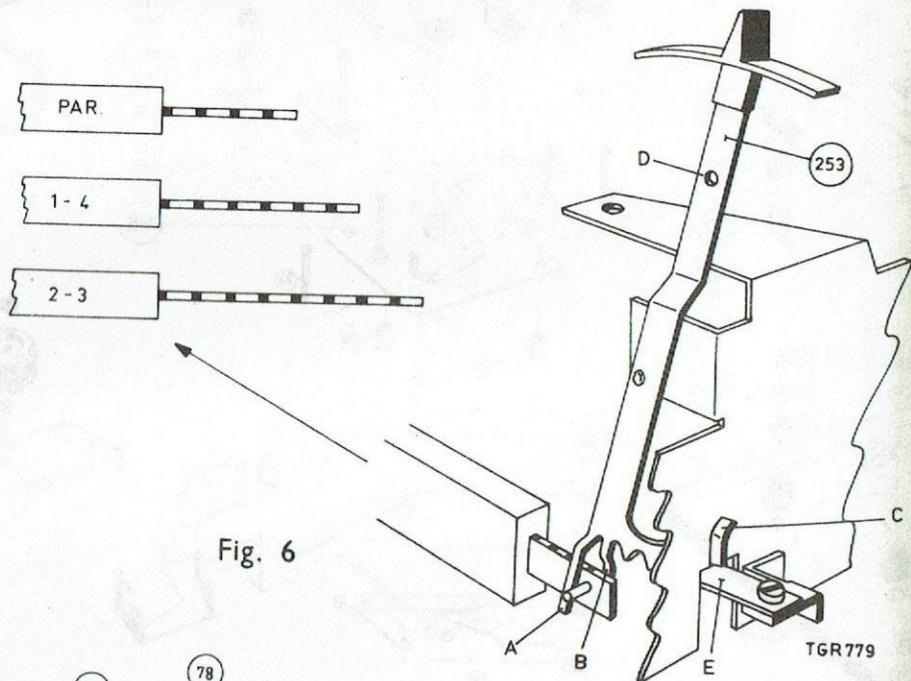

Fig. 6
Si la platine à câblage imprimé a été détachée, le commutateur pos. 253 doit être ajusté de manière qu'il soit à une distance égale de A et B, dans ses deux positions extrêmes. A ajuster en recourbant l'équerre au point D, fig. 6.
Ajustage du commutateur de pistes SK2 (figure 6)
En position par., le commutateur doit être placé comme celui indiqué dans la figure 6. Retoucher point C à l'aide de la came, pour l'équerre de platine à câblage imprimé. Dans les positions 4-1 et 2-3 le commutateur doit être placé comme celui indiqué dans la figure 6. A ajuster en courbant les cosses A et B et pour des petites corrections déplacer la lamelle E.